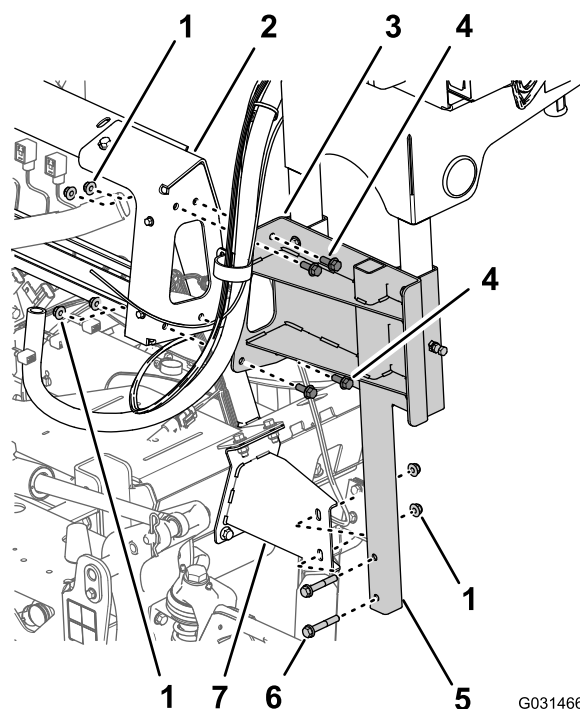

Figura 22
2. Retire los 2 pernos con arandela prensada (3/8" x 2 1/4") y las 2 tuercas con arandela prensada (3/8") que sujetan el bastidor del tubo inferior del carrete de manguera giratorio al soporte de montaje en el perfil derecho de la máquina (Figura 22).
3. Retire los 4 pernos con arandela prensada ($\frac{3}{8}$ " x 1") y las 4 contratuercas con arandela prensada ($\frac{3}{8}$ ") que fijan el perfil del carrete de manguera giratorio al bastidor del distribuidor para las válvulas del fumigador (Figura 22).